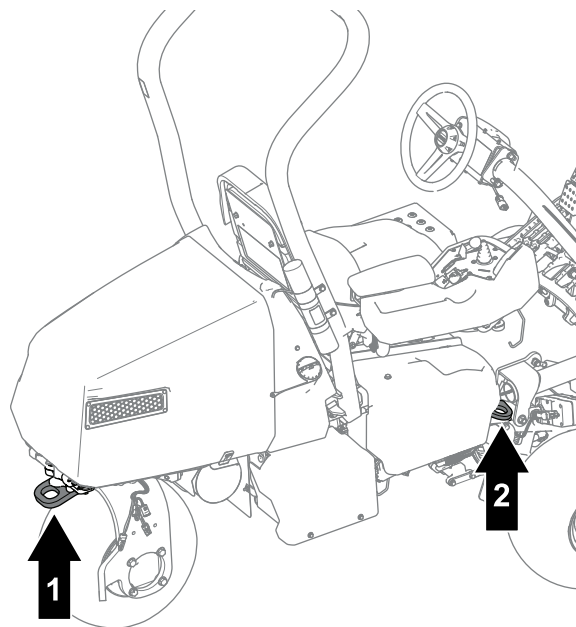

Рисунок 32
- Надежно закрепите машину с помощью ремней, цепей, тросов или веревок. И передний, и задний ремни должны быть направлены вниз и в сторону от машины (Рисунок 32).